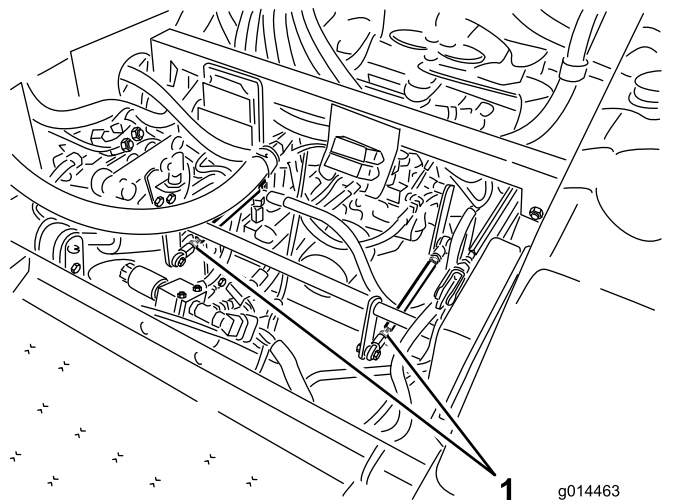

图46
- 如果左后轮胎正在旋转请松开左侧传动控制杆上的锁紧螺母 图46。